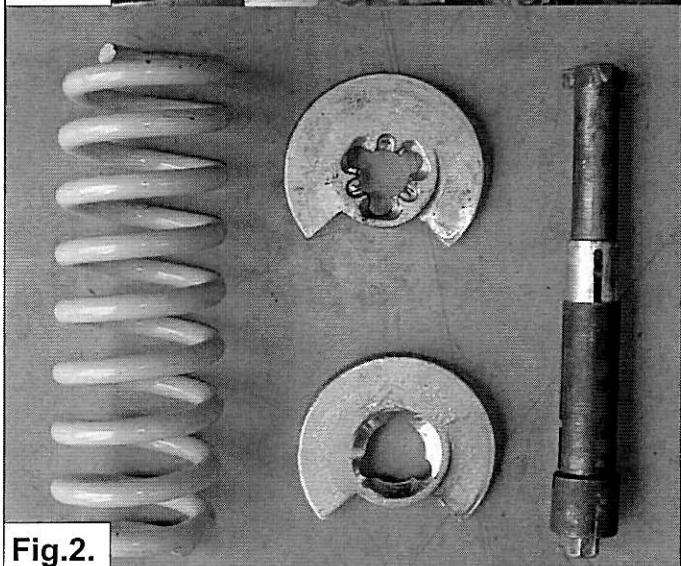

Fig.2.
- Placez les compresse-ressorts Mercedes sur le ressort. Assurez-vous que les coupelles des compresse-ressorts soient le plus possible éloignées les unes des autres et que la griffe accroche correctement la coupelle supérieure. Voir fig. 2 et 3.
- Placera mercedes fjäderverktyg på huvudfjädern. Placer klorna på fjäderverktyget så långt upp på fjädern som möjligt och se till så att fjäderverktyget passar i det övre fjädersätet. Se fig 2 & 3.